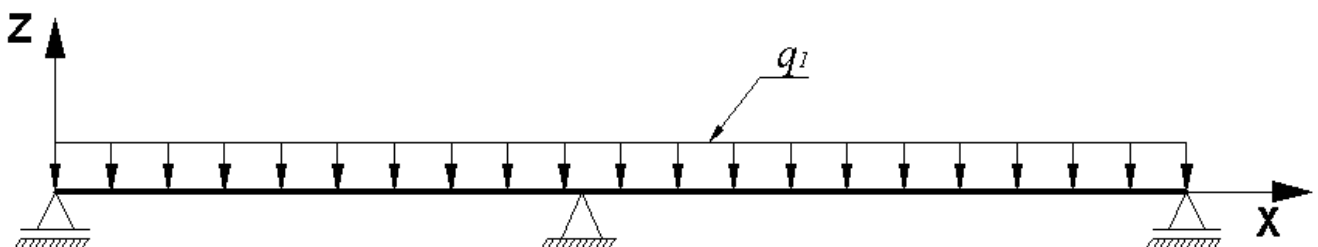

Рис. 19.3. Схема завантаження балки (Завантаження 1)
- завантаження 1 – власна вага (рис. 19.3);